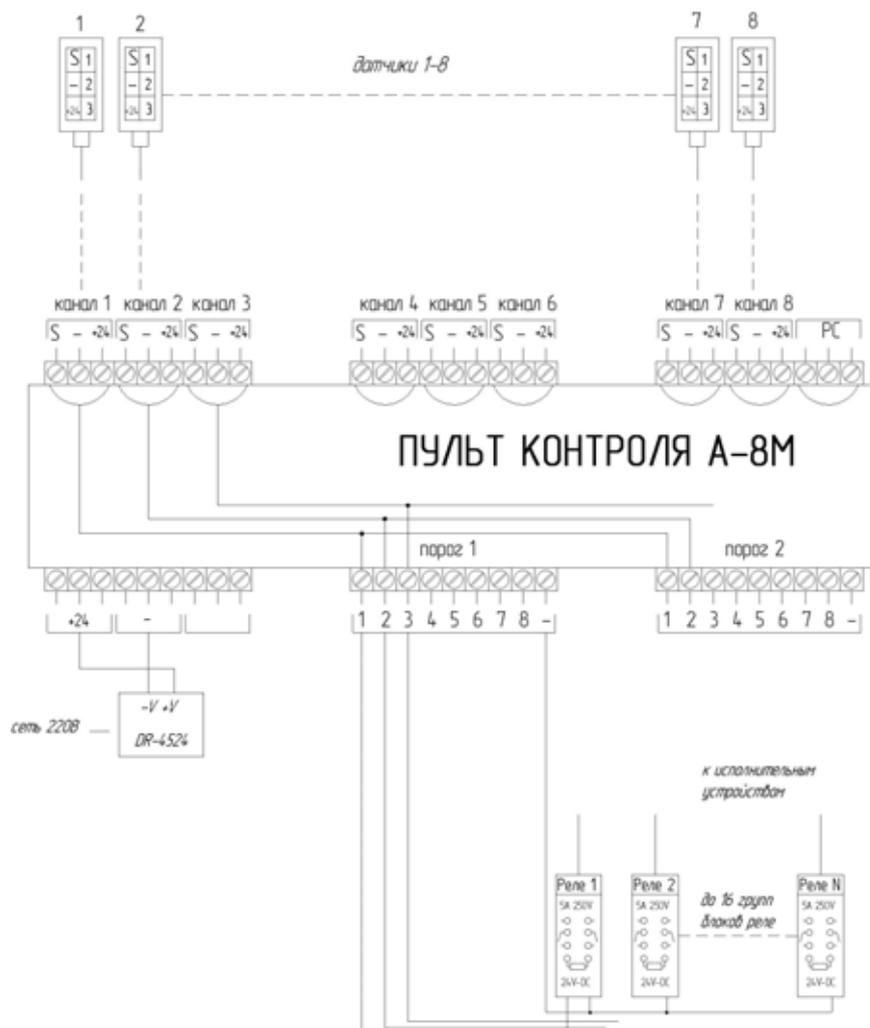

Рис. 1. Структурная схема системы А-8М
2.1. Система состоит из пульта контроля, выносных датчиков (количество датчиков в конкретном исполнении отмечено в паспорте на пульт), блока питания (при необходимости), выносных силовых реле и соединительных кабелей. Структурная схема системы приведена на рис. 1.